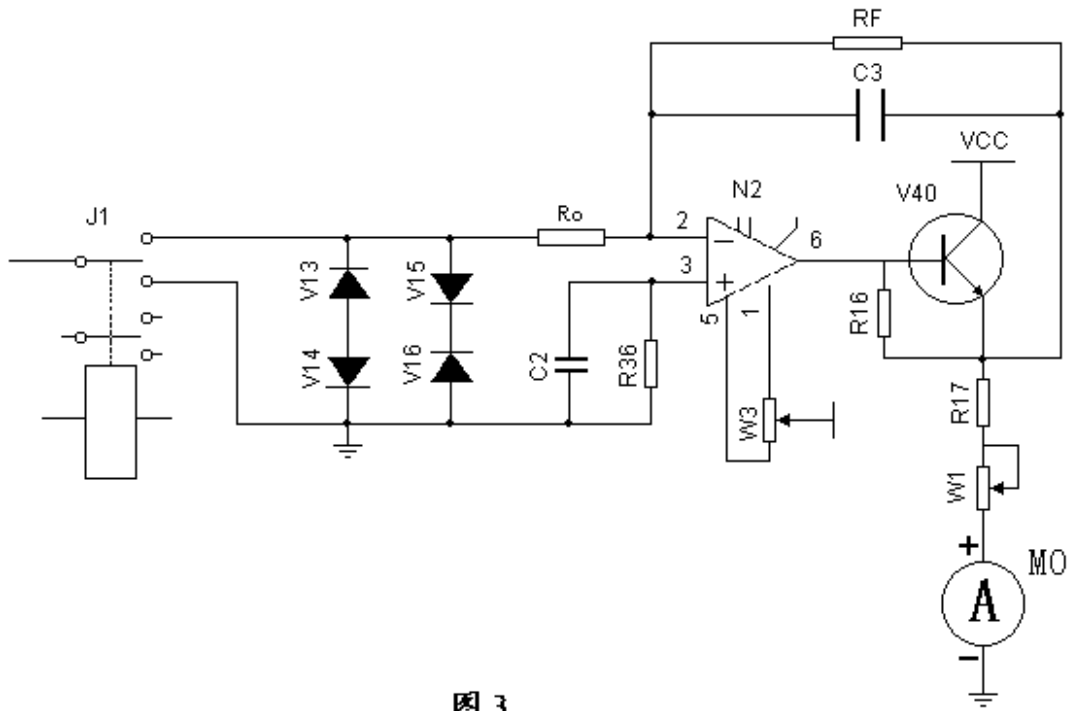

图 3
- 1、测量放大器：见图 3，由 N_2 、 V_{40} 、 R_0 、 R_f 组成 100 倍反相比例放大器。由于有较深的负反馈，漏电流表的读数有良好的线性和很小的零飘，所以仪器面板不设置调零。用户可在定期计量或检修时进行检查，必要时调整仪器内的电位器 W_3 、 W_1 予以满足。